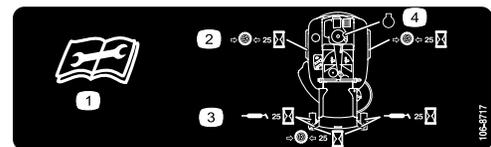

Figure 22
3. Nettoyez les graisseurs (Figure 21 et Figure 22) à l'aide d'un chiffon. Grattez la peinture qui pourrait se trouver sur les graisseurs.
4. Raccordez une pompe à graisse à chaque graisseur (Figure 21 et Figure 22). Injectez de la graisse dans les graisseurs jusqu'à ce qu'elle commence à sortir des roulements.